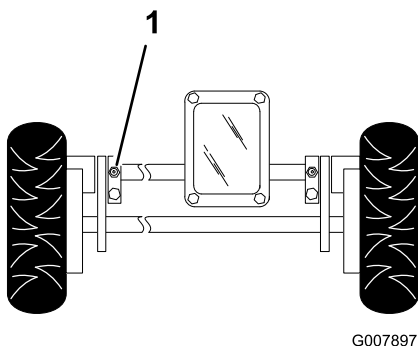

Figure 28
1. Essuyez les graisseurs à l'aide d'un chiffon propre (Figure 28).